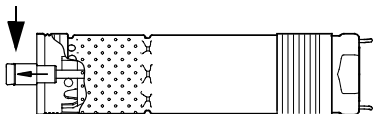

Рис. 5
2. Висунути вал насоса в позицію, вказану на рис. 5.